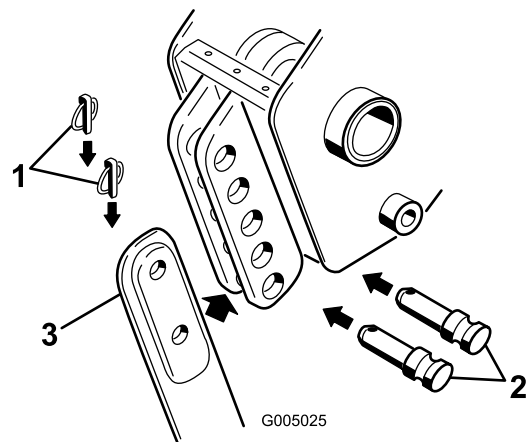

Figure 4
3. Enlevez les deux goupilles de blocage du support de lame, puis les axes de chape (Figure 4) et la lame existante (si elle est montée).
4. Glissez la nouvelle lame dans le support et fixez-la à la profondeur voulue (choisissez des trous de montage différents pour modifier la profondeur par paliers de 7,6 cm), à l'aide des axes de chape et des goupilles de blocage enlevés précédemment (Figure 4).
2. Enlevez la goupille de blocage et l'axe de chape inférieurs qui fixent la lame à l'enfouisseuse (pour déposer complètement la lame, enlevez les goupilles de blocage et les axes de chape supérieurs et inférieurs Figure 4).